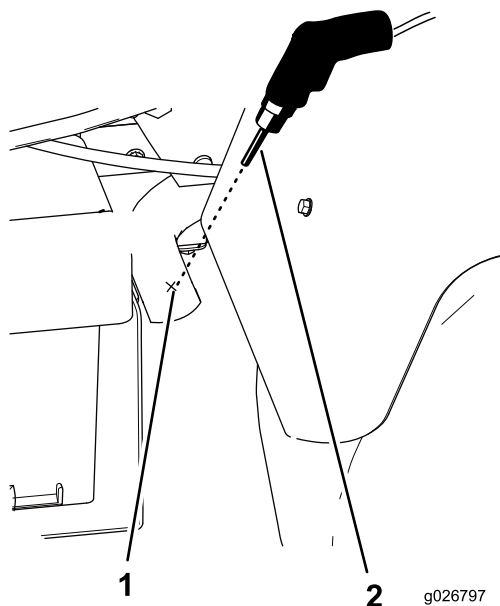

Figura 2
5. Punzonate il centro del segno e praticate un foro di 3 mm di diametro sul tubo di scappamento della macchina sul contrassegno punzonato al centro (Figura 2).